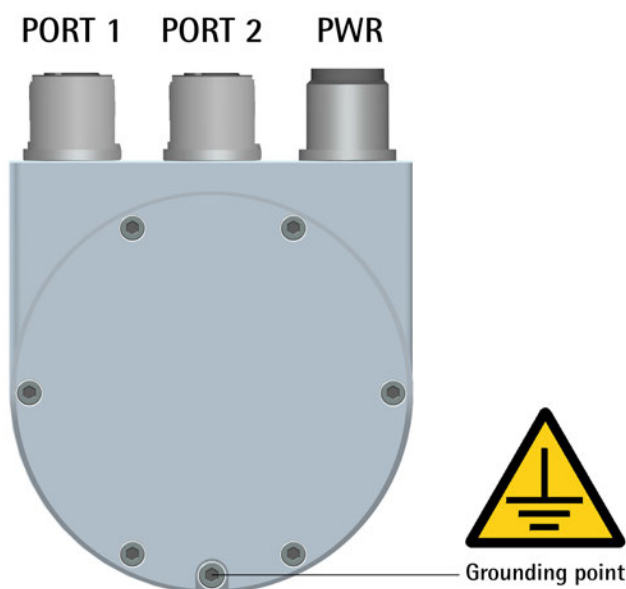

Figura 2 - Connessioni elettriche e collegamento a terra
5.2 Connettore alimentazione PWR (Figura 2)
5.3 Connettori P1 Porta 1 e P2 Porta 2 (Figura 2)
Per minimizzare i disturbi collegare con cura la calza del cavo e/o la custodia del connettore e/o il corpo del dispositivo a un buon punto di terra. Collegare opportunamente la calza del cavo a terra sul lato utilizzatore. Assicurarsi che il punto di terra sia privo di disturbi e il più vicino possibile al dispositivo. Per la messa a terra si consiglia di utilizzare il punto di collegamento previsto sul coperchio del dispositivo (si veda la Figura 2).